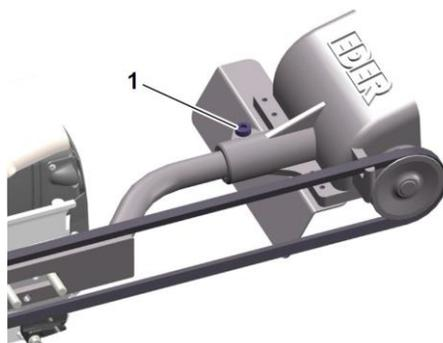

Fig. 5 : Fixation de la tête d'écorçage sur le support
- > Assurez-vous que la courroie est déjà légèrement tendue. Sinon, desserrez la vis Allen (1) (voir Fig. 5) et poussez la tête d'écorçage vers l'avant sur le support jusqu'à ce que la courroie soit tendue.